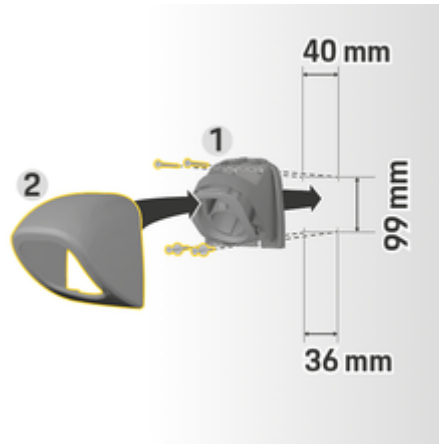

図. 229 ドリル寸法
1. コネクタファスナー 1 (図. 229) をカバー 2 (図. 229) から取り外します。
4. コネクタファスナー 1 (図. 229) を壁にネジ留めしてください。
5. カバー 2 (図. 229) をコネクタファスナー 1 (図. 229) に下から取り付け、押し上げてください。